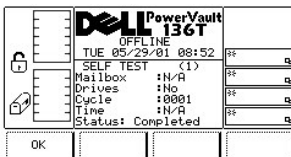

図 115. Service > Library > Exercise > Self test > Self Test Execution ダイアログ
- 1 **OK** ソフトキーの下にあるボタンを押すと、フィールドの値が適用され、デモ作業が始まります。図 115 を参照してください。
サイクルが一旦起動すると、テストが結果を表示します。図 115 を参照してください。